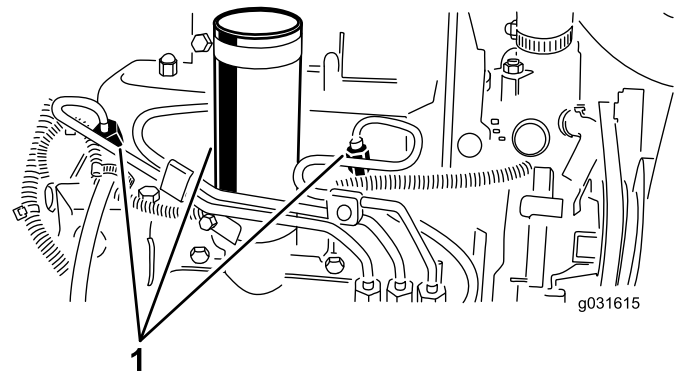

Figura 55
1. Afloje la conexión entre el tubo y el conjunto de boquilla y soporte N° 1 (Figura 55).